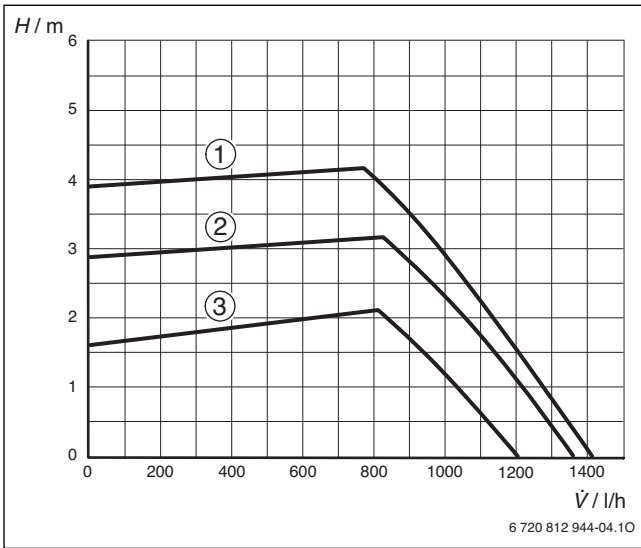

Fig. 2
- **01**: 高恒定压力, → 特征曲线 1, 图 2
- **02**: 中等恒定压力, → 特征曲线 2, 图 2
- **03**: 低恒定压力, → 特征曲线 3, 图 2
图片说明: 图 2 至 4: